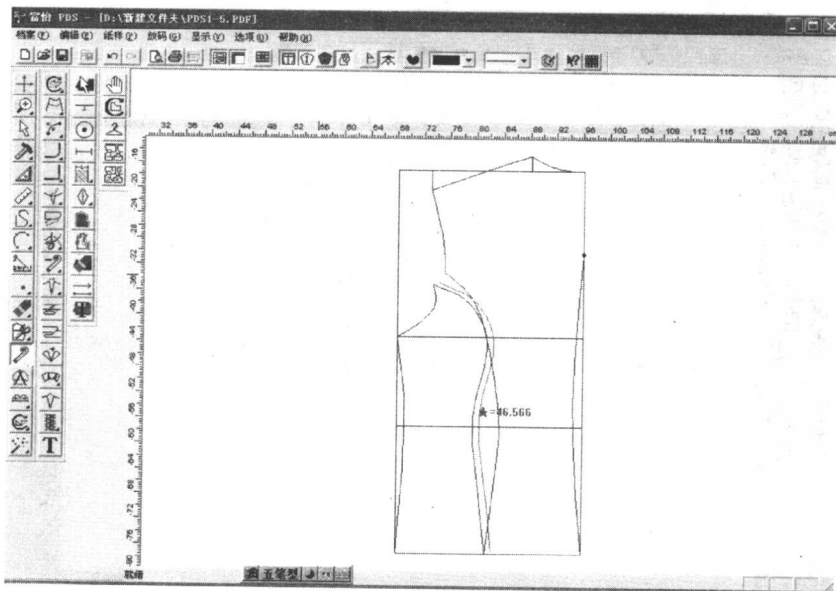

图 1-5-2
2. 运用相关命令合并调整省道线段线长度，并将纸样边缘画顺，如图 1-5-2 所示。